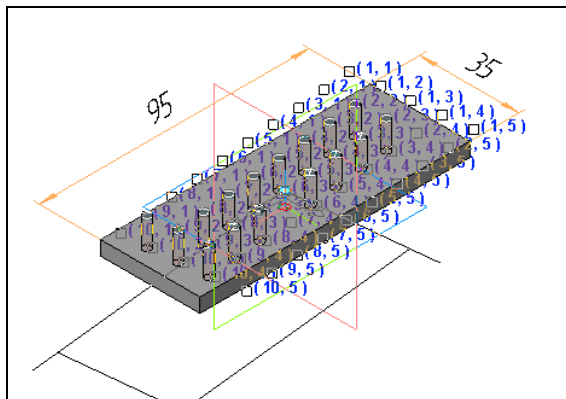

Рис. 5.5. Модель с активизированными Узлами
- ◆ удалите ненужные экземпляры эскиза. Для этого активизируйте вкладку **Удаленные**. В окне модели на каждом экземпляре появятся Узлы (рис. 5.5). Щелкните ЛК мыши по узлу, который необходимо удалить. Он исчезнет. Для восстановления щелкните ЛК мыши по Узлу второй раз. Он восстановится. Все удаленные экземпляры появятся в списке **Удаленные**;